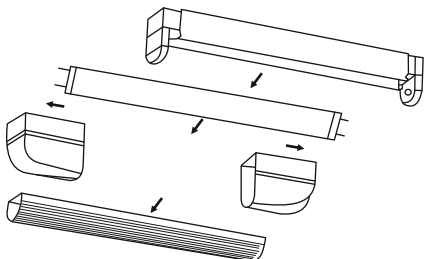

Рисунок 1
- отщёлкните со светильника рассеиватель (рисунок 1);